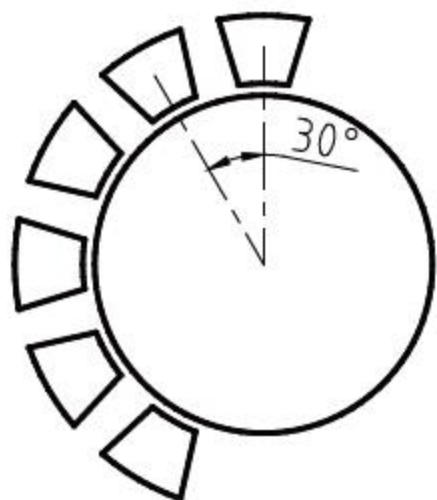

图4-54 指定项目间角度
- 项目间角度(A): 设置相邻的项目间的角度,操作结果如图4-54所示。命令行操作如下。